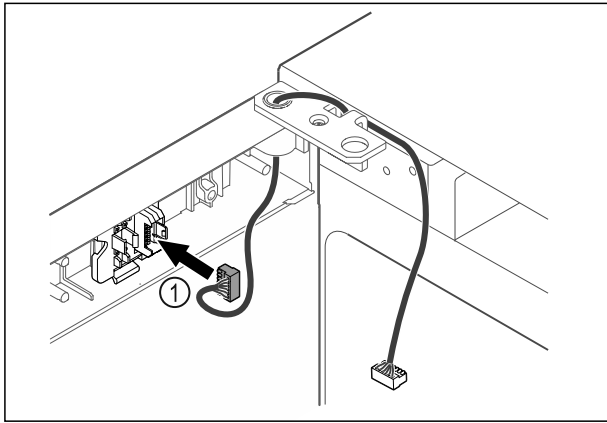

Fig. 43
- ▶ Sett pluggen Fig. 43 (1) i pluggholderen.